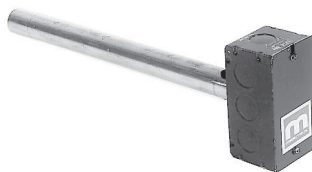

Figure 7. Ensemble capteur et tube de mélange
- a. Pour les unités avec ensemble capteur et tube de mélange (voir Figure 7), enlever le panneau d'accès aux conduits, glissez le tube de mélange dans le conduit et fixez le capteur.